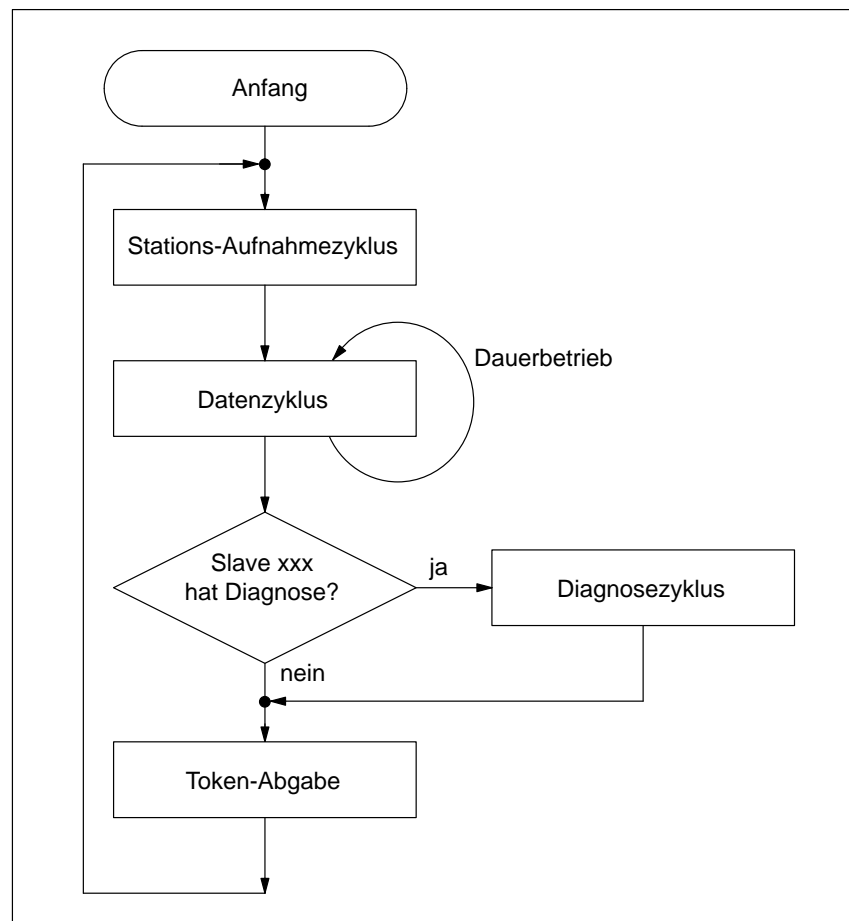

Bild C-9 Aufbau des Datenaustausches zwischen DP-Master und DP-Slave
Bild C-9 zeigt das Prinzip des Datenaustausches zwischen DP-Master und DP-Slave. Im **Stations-Aufnahmezyklus** liest der DP-Master ein, welche Stationen sich am Bus befinden. Wenn eine Station ausgefallen ist, dann erkennt das der DP-Master im Stations-Aufnahmezyklus.
- Anlaufphase: Der DP-Master durchläuft einmal das in Bild C-9 dargestellte Programm, beginnend mit dem Stations-Aufnahmezyklus. Anschließend beginnt der Dauerbetrieb.